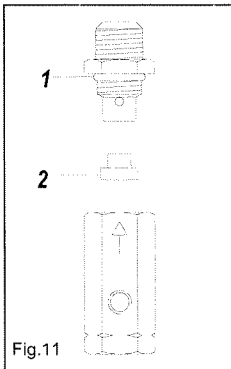

Fig.11
- d) La valvola di non ritorno perde. Smontare il tubo flessibile per verificare se fuoriesce aria dalla valvola. Se ciò avviene, svitare il tappo della valvola (Fig.11 pos. 1), pulire accuratamente il tappino in gomma (pos. 2) e la sua sede con un panno asciutto e rimontare il tutto con estrema cura. Nel caso la perdita permanga, sostituire l'intera valvola.
- d) Perte à la valve de non-retour. Démontez le tuyau flexible et vérifiez s'il y a des fuites d'air à la valve. En cas de fuites, dévissez la tête de la valve (Fig. 11 pos. 1) et nettoyez soigneusement le bouchon en caoutchouc (pos. 2) et son siège à l'aide d'un chiffon sec; puis remonter correctement le tout en faisant attention. Au cas où la fuite persiste, substituer intégralement la valve.